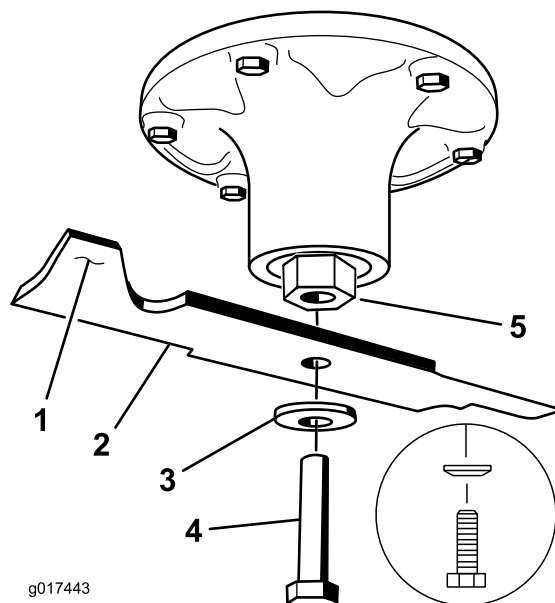

Рисунок 80
2. Отверните болт ножа, снимите изогнутую шайбу и нож с вала шпинделя (Рисунок 80).
1. Установите нож на шпindel (Рисунок 80).
2. Установите изогнутую шайбу и болт ножа (Рисунок 80).